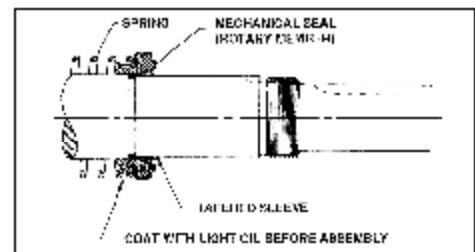

Figure 24
(1) 在偏置杆上涂上冷冻油,把偏置轮和衬套套在头部偏置杆上。如果更换石墨衬套的话,参见“石墨衬套的日装”。
(2) 清洗旋转轮毂和外壳密封座孔,确保没有灰尘和沙砾。在密封区的内外涂上冷冻油。
(3) 开始在密封腔内密封底部。如果需要保护的话,使用一干净的纸板搭在一根木条处。确认密封座完全安装在孔内。
(4) 请在轴上插入套筒。见图 24。套筒由 GG,AS,AK 组成,AL 重新布道机械密封。把大量的冷冻油涂在旋转轴、梨型安装套筒以及内部的机械密封部件处。也可以使用汽油但是不推荐使用润滑脂。